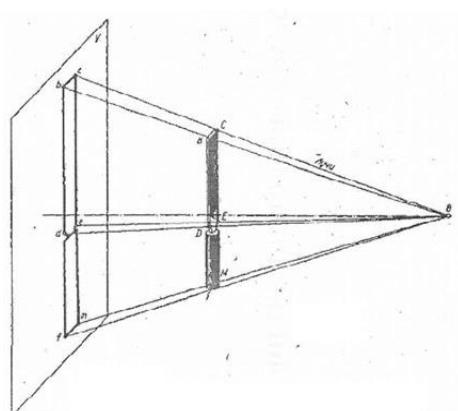

Рис.4.1
Так; например, центральная проекция получается таким образом: из точки О (рис. 4.1), называемой точкой схода лучей, мысленно проведем ряд лучей через все наиболее
1. По заданным в таблице координатам построить наглядное изображение точек А, В, С и Д и эпюры этих точек. Для построения каждой точки выполнить отдельный чертеж рис. 4.1. При построении наглядного изображения ось ОY проводится из точки О под углом  $45^\circ$  к горизонтали; по оси ОY откладывается половина заданного в таблице размера, по осям